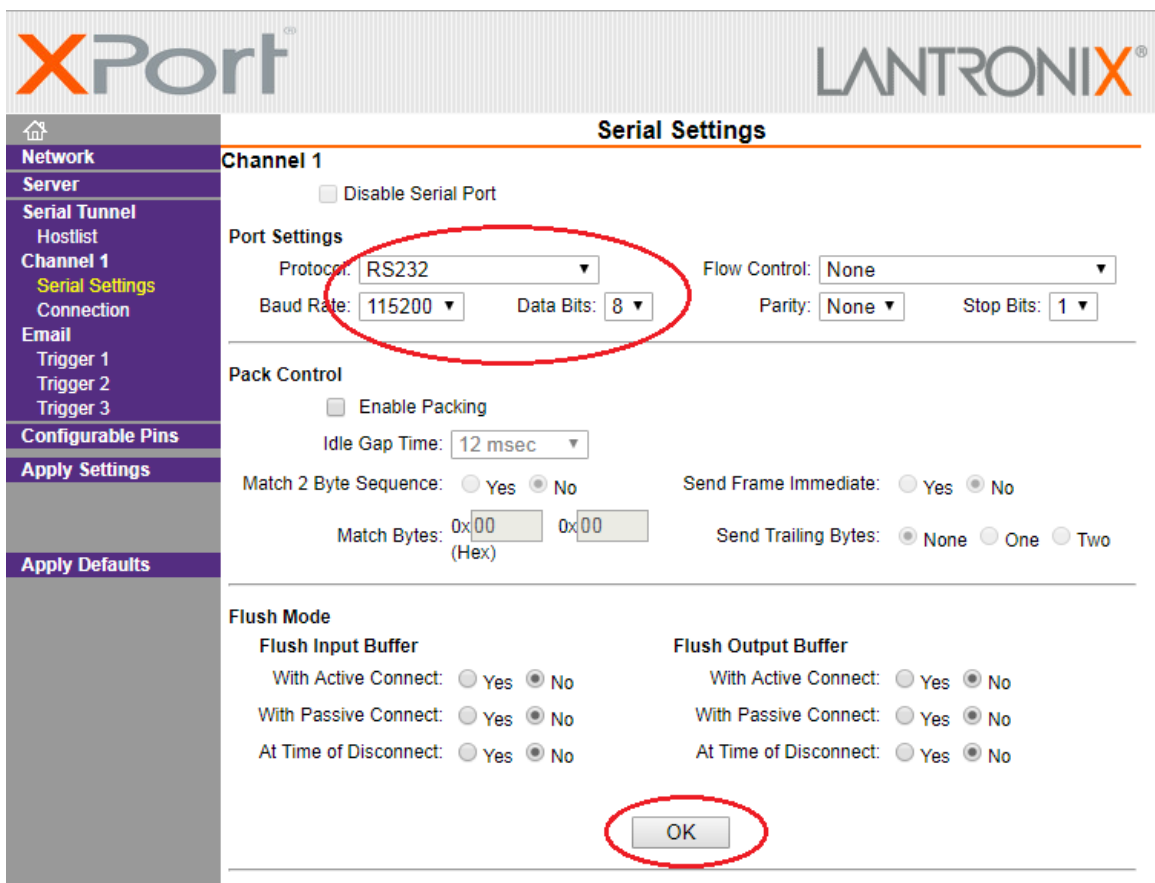

Рис. 9
11.4.2. Нажать кнопку «Serial Settings» в меню в левой части окна, выбрать протокол (Protocol) – RS-232, установить значение скорости передачи данных (Baud Rate) – 115200 и подтвердить уставки кнопкой «OK». Для завершения процесса необходимо применить новые уставки и перезагрузить «XPort», для этого нажать кнопку «Apply Settings», смотри рис.9.